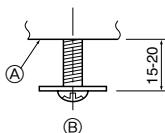
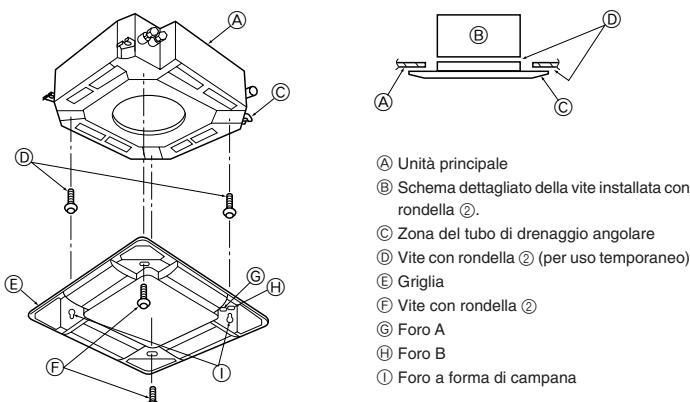

Fig. 5-5
Fig. 5-6
5.4.1. Preparazione (Fig. 5-5)
- Installare le due viti accluse con la rondella ② nell'unità principale (nella zona del tubo di drenaggio angolare e sull'angolo opposto), come mostrato nello schema.
5.4.2. Installazione temporanea della griglia (Fig. 5-6)